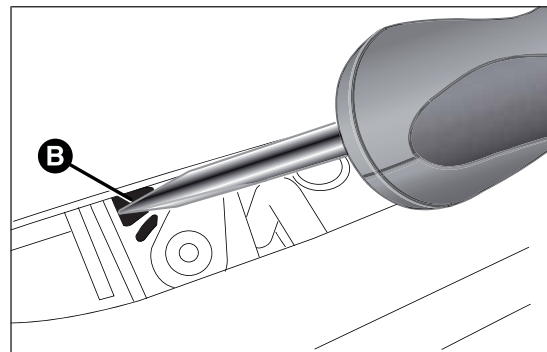

fig. 79
- ☐ introdurre successivamente il cacciavite nella sede B fig. 79 in modo da far scattare la linguetta di sblocco del bagagliaio.